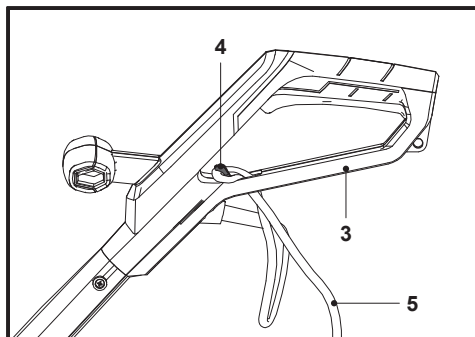

Fig. 5
2. Faire passer le cordon par-dessus le support (4) et tirer doucement sur le cordon d'alimentation (5) pour s'assurer qu'il est bien maintenu (Fig. 5).